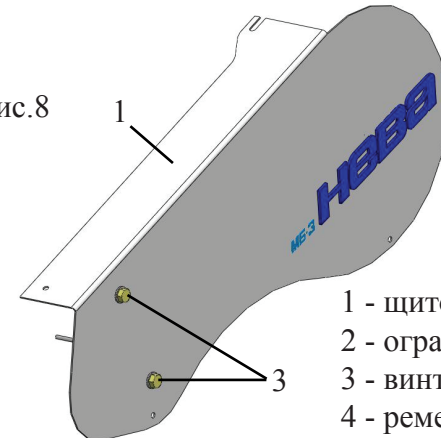

рис.8
2.2 Для МБ-3 и МК-200 на защитный кожух в штатные отверстия устанавливается комплект ограничителей для навесного оборудования 005.68.1030 (рис. 8).
- снять защитный кожух 1, отвернув крепеж (рис. 8);
- установить комплект на защитный кожух (рис. 8) и см. приложение 4, стр.23.